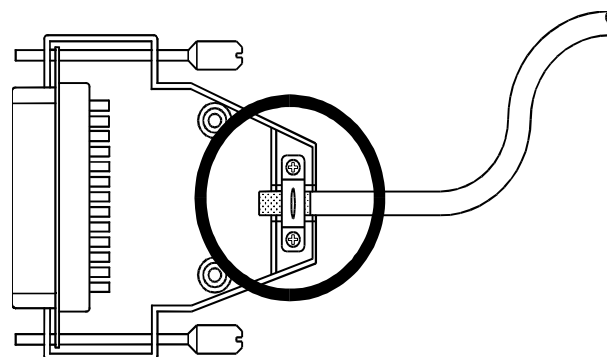

Abb. 1: EMV-konforme Schirmung
- Bei **Verwendung von Steckern** sind nur metallisierte Stecker zu verwenden, z. B. SUB-D Stecker mit metallisiertem Gehäuse nach Abb. 1. Auch hier ist auf die direkte Verbindung der Zugentlastung mit dem Gehäuse zu achten.